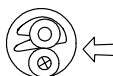

Figura 1
1. Para montar el disco de lijar, la lengüeta de bloqueo debe estar en la posición de bloqueo (véase la figura 1). En la posición de bloqueo, el orificio del eje debe estar alineado con la lengüeta de bloqueo. Meta la lengüeta en el orificio. Apriete el disco con la mano girándolo hacia la derecha. Una vez montado el disco, desbloquee la lengüeta para el lijado de acción orbital (véase la figura 1).